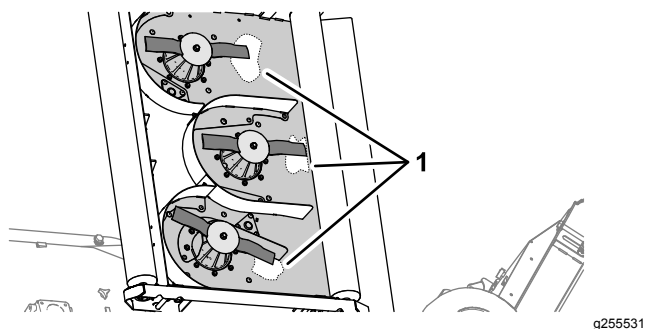

図 71
2. 後方を剥いているブレードの刃先付近のデッキ底部をきれいにする 図 71。